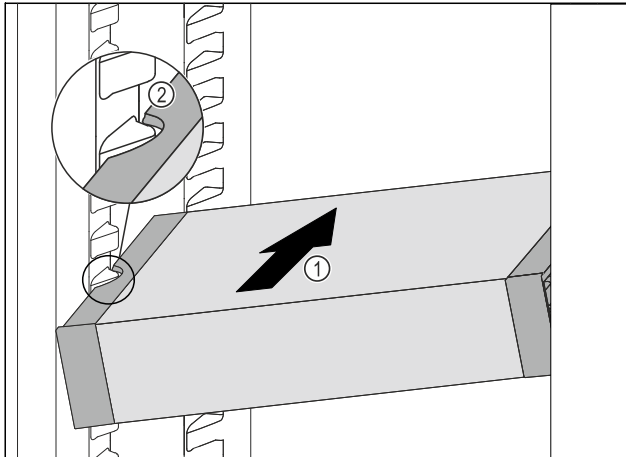

Fig. 79
- VarioSafe schräg in das Kühlteil einschieben Fig. 79 (1), bis sich die seitlichen Aussparungen Fig. 79 (2) des VarioSafes auf Höhe der Behälterrippe im Kühlteil befinden.